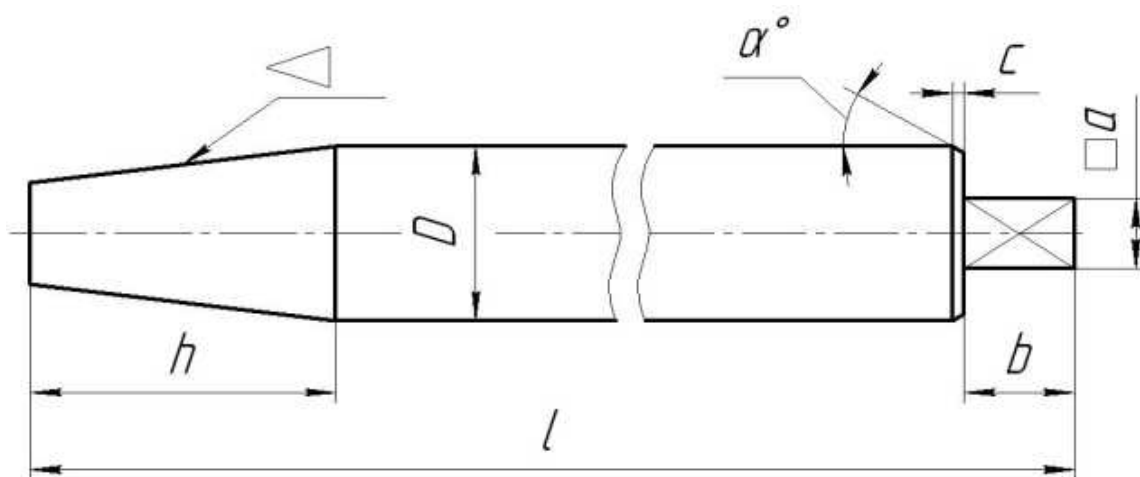

Рис. 2.1
**Упражнение 1.** Выполнить чертёж валика (рис. 2.1, табл. 2.1) на формате А4.
Таблица 2.1. Валик (рис. 2.1)